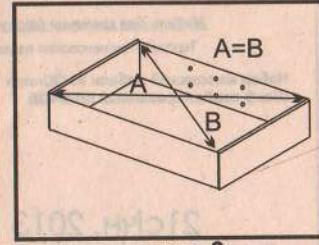

рис. 3
**Замечание:** перед тем, как прибить заднюю стенку (организ), необходимо выставить равенство диагоналей А и В, см. рис. 3.